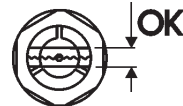

Figura 5:
- Llene lentamente el aceite con la jeringa. Este proceso dura de 5 a 10 minutos, hasta que el aceite alcanza el mismo nivel en ambas cámaras. La cantidad de aceite es la correcta cuando el nivel de aceite se encuentre en el centro de la mirilla (figura 5). La cantidad de aceite necesaria depende de la posición de montaje; véanse los valores orientativos en tablas 3 y 4.